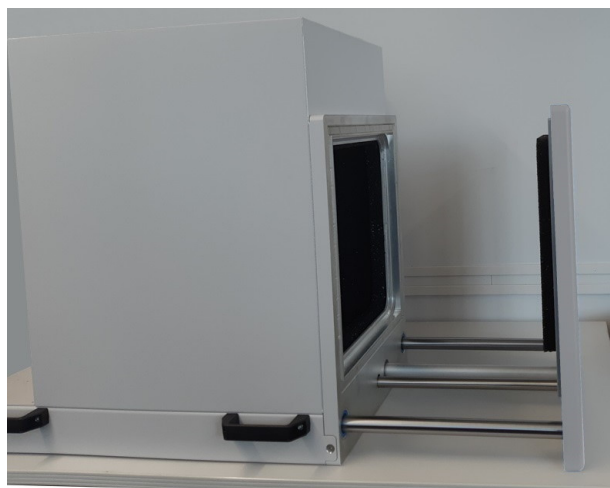

图 6-2: 屏蔽箱门打开后全部位于工作桌上方
- 留出充足空间以打开屏蔽箱门，详情请参阅图 6-2。
- b) 屏蔽箱门打开后全部位于工作桌上方，具体如图 6-2 所示。